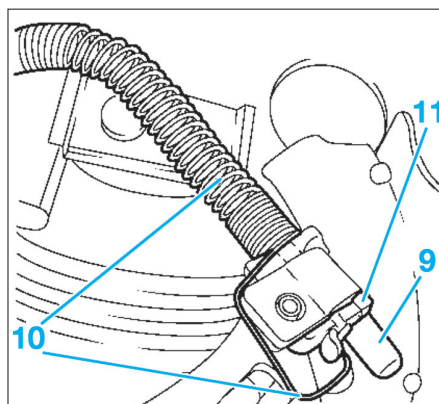

Fig. 12
- Déposer le segment avant (7).
- Dégager le segment arrière (8) et décrocher le câble de frein de stationnement (9) ; pour cela (Fig.12) :
- décrocher le ressort (10),
- rabattre le levier (11),
- décrocher le câble du frein de stationnement (9).